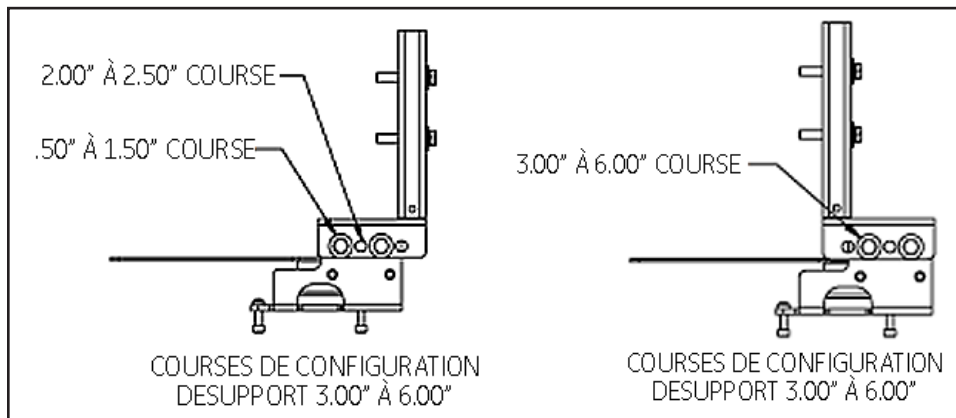

Figure 16 Courses de configuration de support 0.5 à 2.50 po et 3-6 po
4. Monter le support de transmission sur le bloc de la tige qui maintient l'ensemble du tendeur parallèle à la tige (Figure 16) en utilisant :